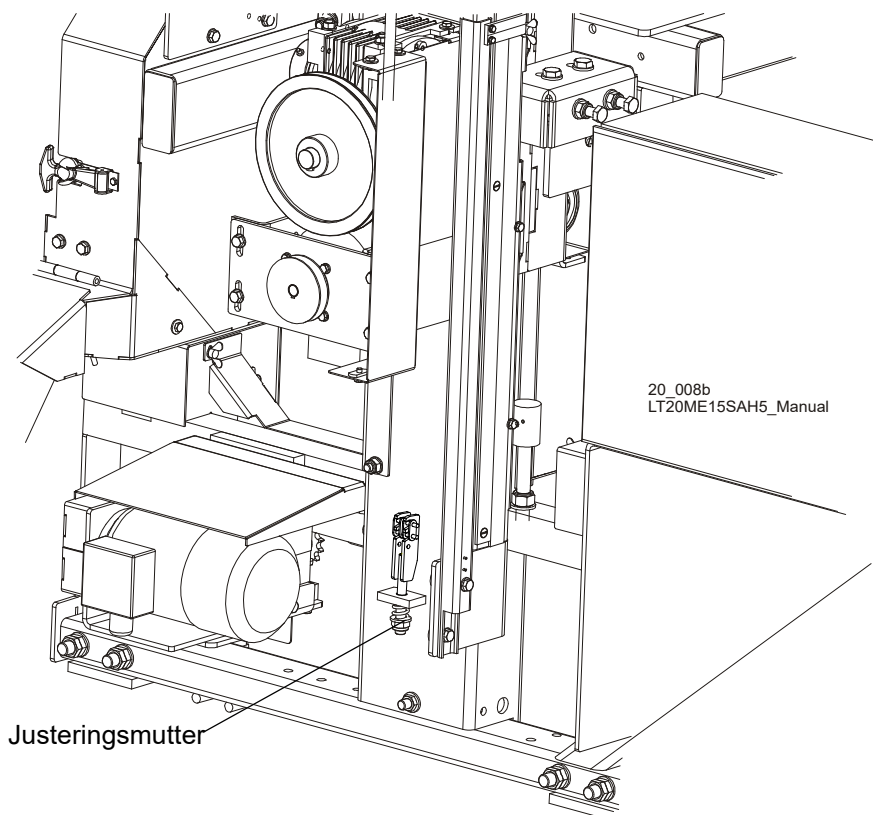

FIG. 3-7
1. Justera spänningen i kedjan som höjer och sänker. Mät kedjespänningen med såghuvudet högst upp på den vertikala pelaren. Sätt fast vagnen med en kedja på toppen, eller kila den underifrån. Använd justeringsmuttern som visas i bild 3-7 för att justera kedjespänningen så att det är 1 tum (2,5 cm) avvikelse vid kedjans mitt när den belastas med 2,3 kg (5 lbs) nedåtriktad kraft.